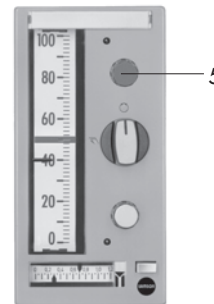

Bild 1 · Leitgerät Typ 3427-1, Frontansicht
**Typ 3427-1** · Leitgerät (Schaltung 1), vollständig bestückte Grundauführung mit vielfältigen Anwendungsmöglichkeiten (Bild 1).